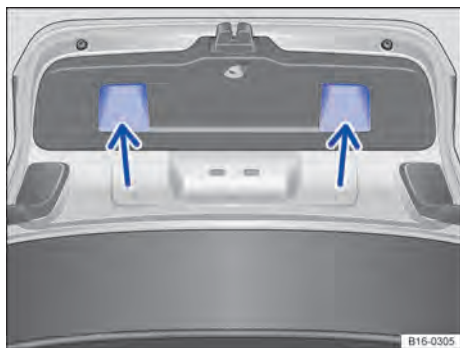

Fig. 60 Tampa do compartimento de bagagem aberta: rebainhos (setas) para puxar e fechar.
- Segurar um dos rebainhos do revestimento interno da tampa do compartimento de bagagem → Fig. 60 (setas).